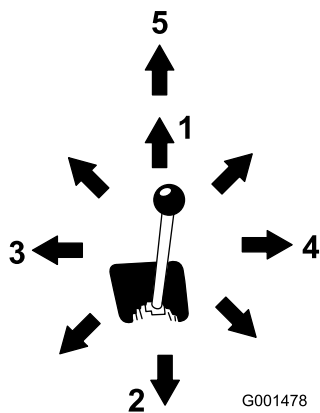

图 10
- 要向前倾斜附件请向右缓慢移动控制杆图 10。
- 要向后倾斜附件请向左缓慢移动控制杆图 10。
- 要降下装载机臂请缓慢向前移动控制杆图 10。
- 要升起装载机臂请缓慢向后移动控制杆图 10。
- 要将装载机臂降到止动浮动位置请将控制杆向前推到底图 10。